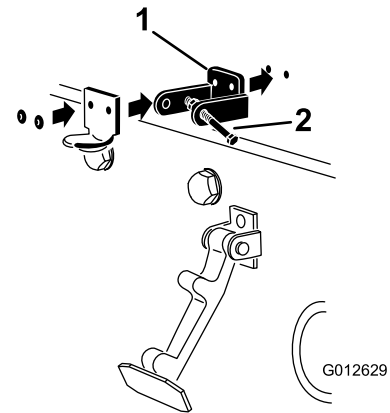

Bild 7
5. Nieten Sie die Halterungen und Scheiben an die Haube (Bild 7).
3. Fluchten Sie die Befestigungslöcher aus und positionieren Sie gleichzeitig die Halterung des CE-Riegels und des Motorhaubenriegels auf der Motorhaube. Die Riegelhalterung muss an der Haube anliegen (Bild 7). Nehmen Sie die Schraube und Mutter nicht vom Halterungsarm für den Riegel ab.